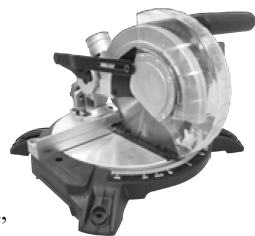

Fig.1
9.1 Înlăturarea ambalajului (Fig.1)